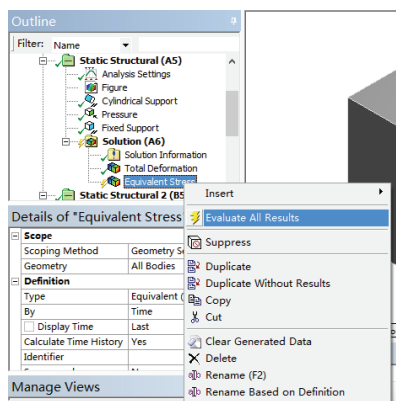
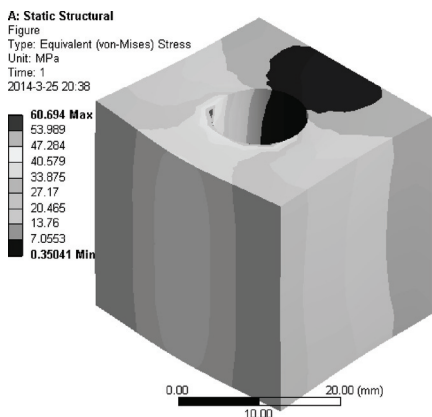

图 6-37 求解应力图
图 6-38 A 项目整体等效应力的等值线云图
8) 在 Outline 树结构图中的 Equivalent Stress 上单击右键, 在弹出的快捷菜单中选择 Evaluate All Results, 如图 6-37 所示, 此时进行求解, 求解后得到的图形如图 6-38 所示。